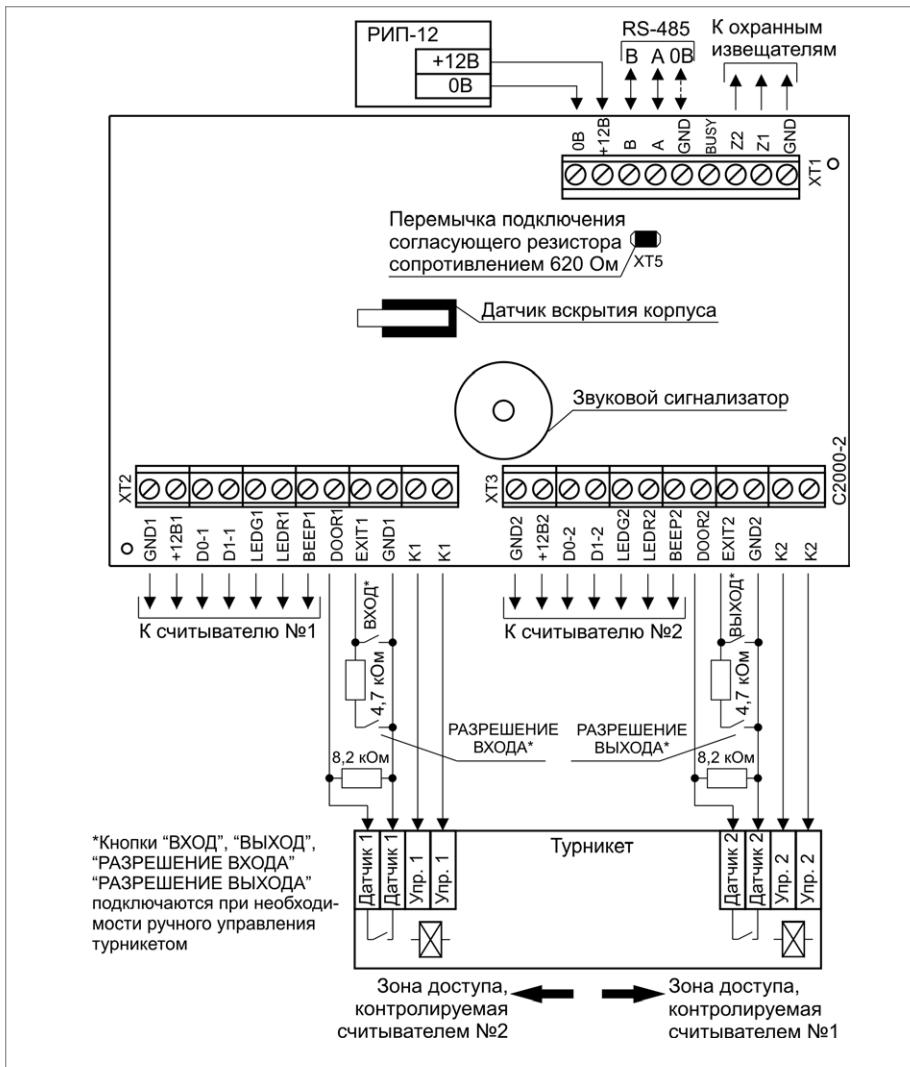
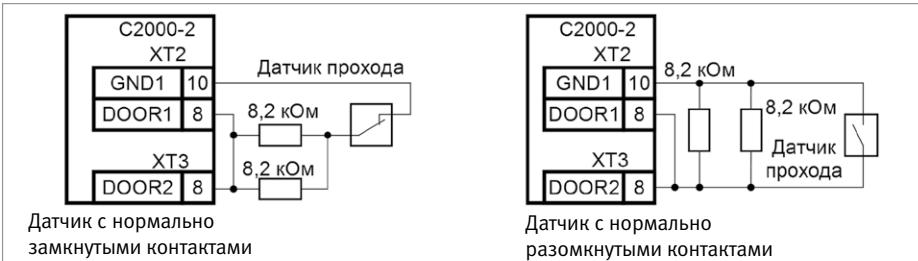
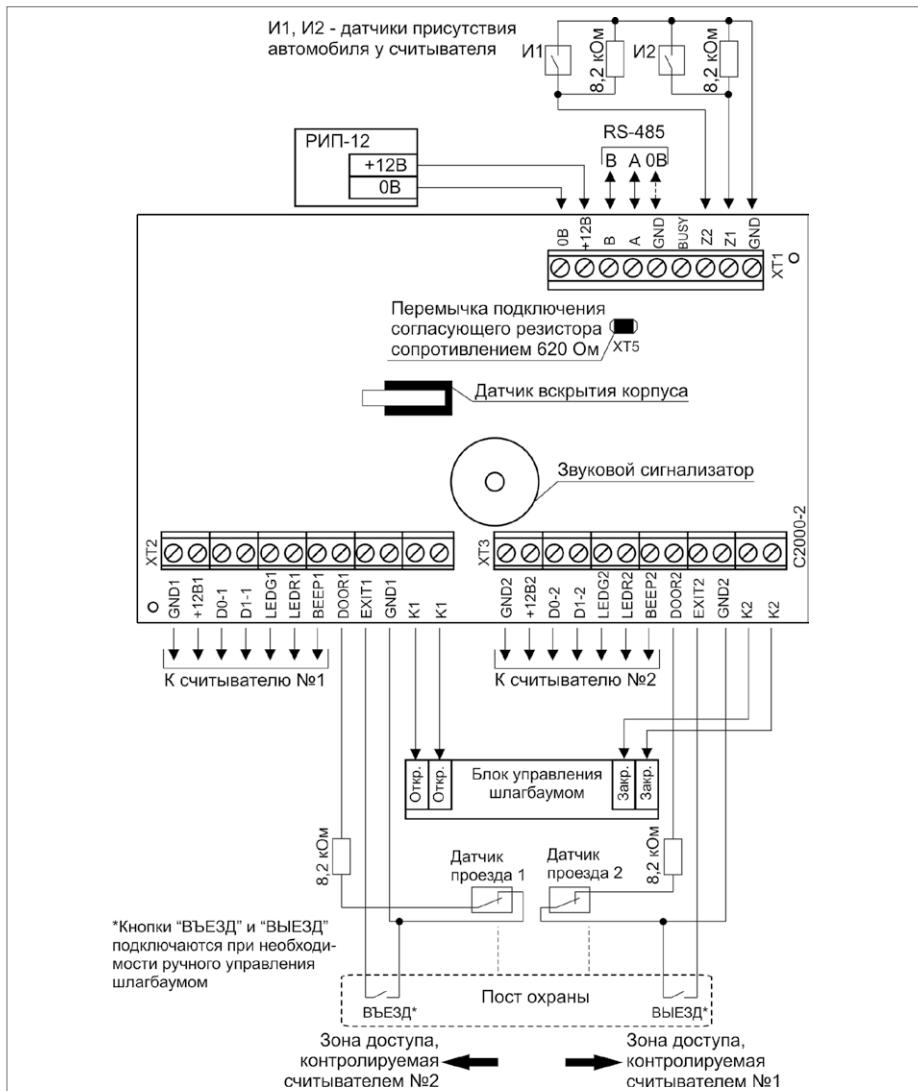
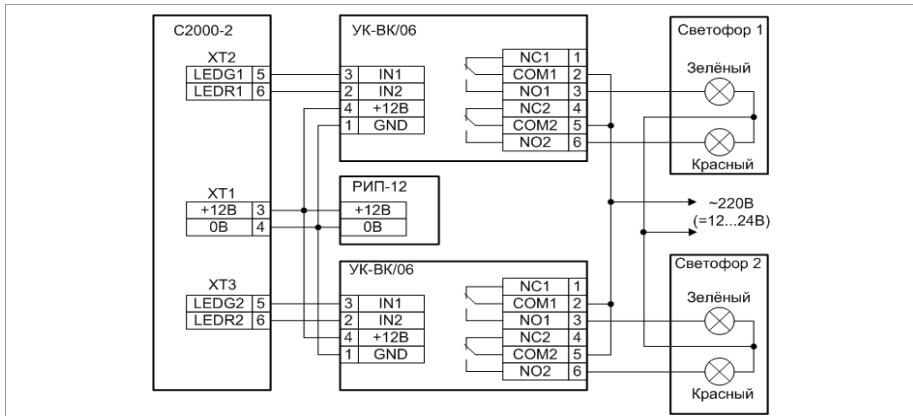

Рисунок 4.
Рисунок 5. Схема подключения одного датчика прохода (проводного)
Рисунок 6. Схема подключения контроллера «C2000-2» в режиме «Шлагбаум»
Рисунок 7. Схема подключения светофора к контроллеру «C2000-2» в режиме «Шлагбаум»
13. Подключение в режиме «Турникет» (рис. 4). Если турникет имеет один датчик проворота, срабатывающий при любом направлении прохода, то он подключается параллельно к соответствующим входам обоих каналов контроллера, как показано на рис. 5.
14. Режим «Шлагбаум» (рис. 6). Если вместо двух датчиков проезда используется один, то он подключается параллельно к соответствующим входам обоих каналов контроллера (см. рис. 5). Светофоры, если они указаны в проектной документации, подключаются через релейные усилители «УК-ВК/06» (см. рис. 7).